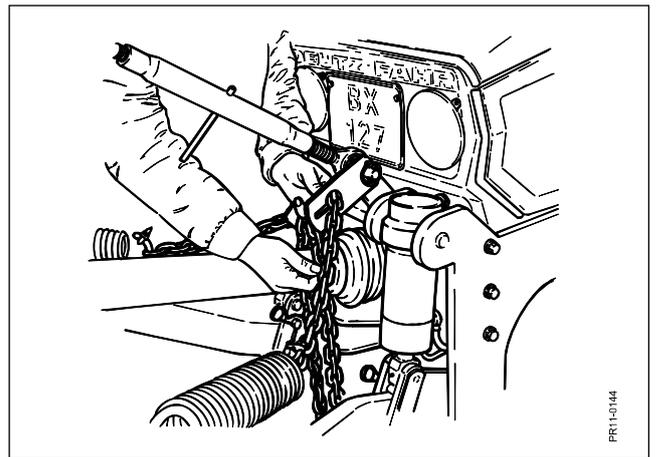

Fig. 2-4
- Fig. 2-4** Zapfen und Kettenbeschlag werden an der Schlepperseite montiert. Die Entlastungsfedern werden an den Rahmen der Maschine montiert.